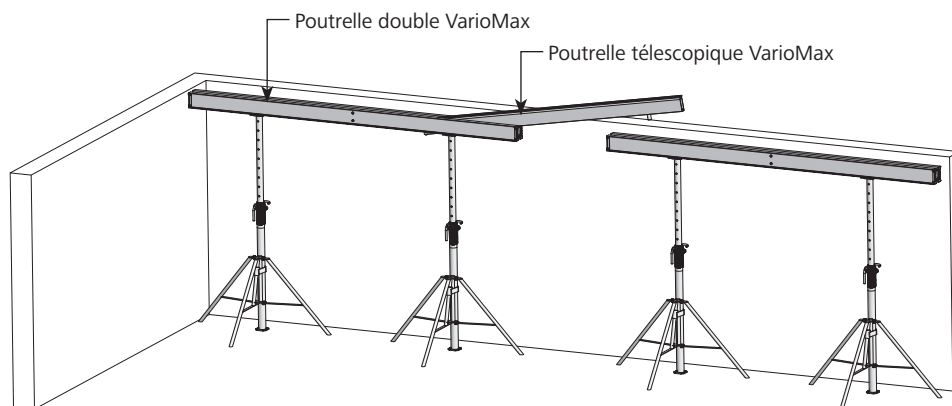

Fig. 8.1
4. Poser d'abord les poutrelles doubles, insérer ensuite les poutrelles télescopiques (Fig. 8.1). Quand une poutrelle télescopique se trouve entre deux poutrelles doubles, le téton de connexion de la poutrelle télescopique peut être poussé contre la platine de la poutrelle double. Sur l'autre extrémité de la poutrelle télescopique, la vis d'arrêt marque la portée maximale (Fig. 8.4).